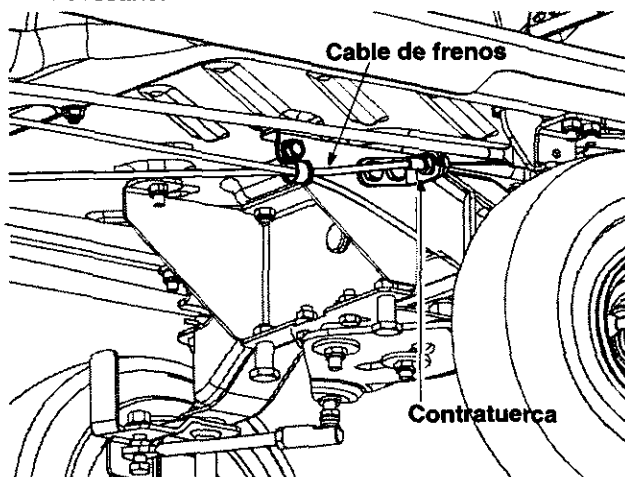

Figura 23
1. Usando un par de llaves de 172", afloje las contratueras y retire hacia atrás el cable para apretarlo o enrosque hacia adentro para aflojarlo. Vea Figura 23 .
2. Vuelva a apretar las contratueras cuando tenga la tensión apropiada. Vea Figura 23 .